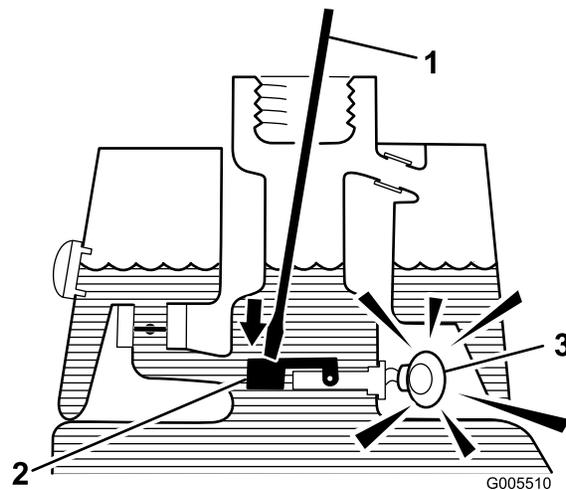

図 26
3. 汚れのない棒やドライバを差し込んで、フロートを軽く押さえてやる(図 26)。1秒後にアラームが鳴れば正常である。